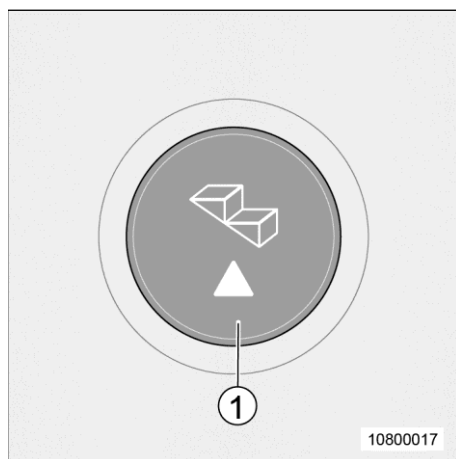

Fig. 14 Bouton-poussoir en cabine
1. Appuyer sur le bouton-poussoir (Fig. 14/1) et le marche-pied rentre complètement.